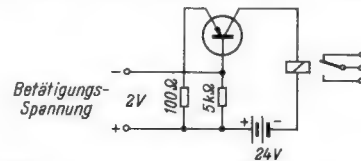

Bild 1. Relais mit vorgeschaltetem Transistor
Steht eine niedrige Spannung (in der Größe von $2 \text{ V} = \pm 10\%$) für die Betätigung des Relais zur Verfügung, so ist die Type 595 HS(A) heranzuziehen. Sie benötigt (Bild 1) eine zusätzliche Speisespannung von $24 \text{ V} = \pm 5\%$ bis -10% . Beim Anlegen der Erreger-spannung an den Emitterkreis, in dem dann ein Strom von etwa 1 mA fließt, nimmt der Strom im Kollektorkreis einen Wert von 10...15 mA an; das in diesem Kreis liegende Relais betätigt seine Kontakte, die mit max. 5 A bei 250 V~ oder 30 V= belastbar sind. Die Widerstände erhöhen die Stabilität der Schaltung. Die Ausführung A ist mit beliebiger Kontaktbestückung, höchstens jedoch mit zwei Umschaltkontakten, erhältlich.